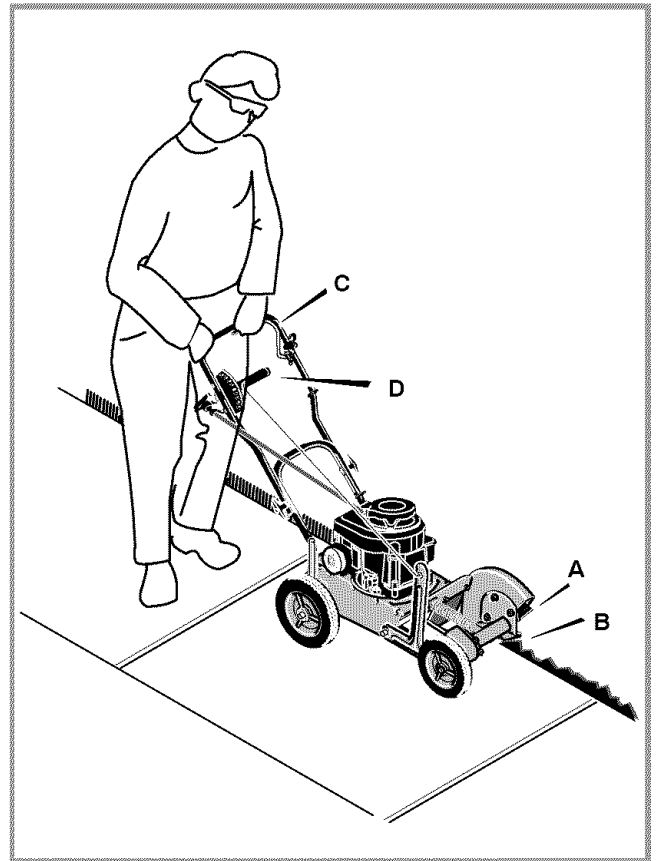

Figura 12: Funcionamiento de la bordeadora
- 1 Antes de arrancar el motor, mueva la palanca de control de profundidad (D) hacia adelante hasta que la cuchilla (A) no toque el suelo.
- 2 Cuando corte a lo largo de aceras o caminos para ingreso de vehículos pavimentados, fije las ruedas en el pavimento y coloque la cuchilla al lado izquierdo del camino. Para evitar que la cuchilla golpee el camino, asegúrese de mantener la guía de la cuchilla (B) alineada con el borde del camino. Ver Figura 12.
- 5 Párese detrás de la bordeadora y sostenga la manija firmemente (D). Ver Figura 12. Cuando la cuchilla comience a cortar, muévase lentamente hacia adelante.